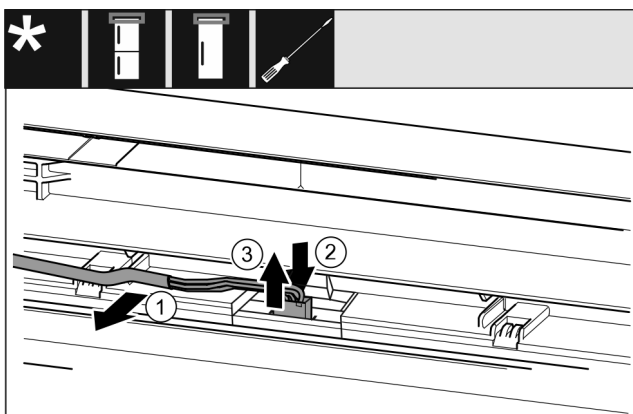

Fig. 23 Kühl-/Gefrierkombinationen / Gefriergeräte / Kühlgeräte*
- ▶ Kabel Fig. 23 (1) vorsichtig aus der Führung in der Tür lösen.*
- ▶ Lasche Fig. 23 (2) hinter dem Stecker nach hinten drücken.*
- ▶ Stecker Fig. 23 (3) vorsichtig nach oben herausziehen.*